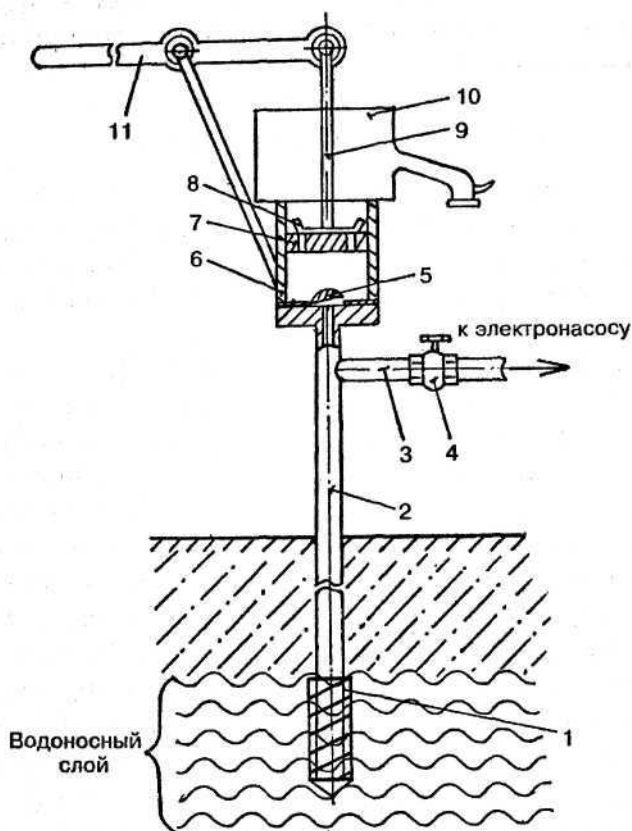

Рис. 2. Поршневой насос:
- *Поршневой насос* по конструкции аналогичен штанговому насосу, но имеет некоторое отличие (рис. 2).